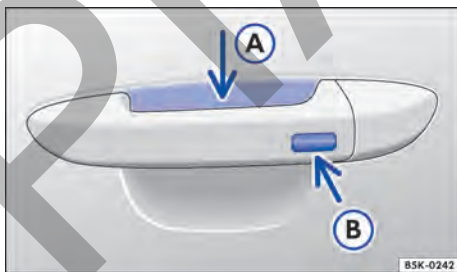

Fig. 50 Keyless Access: superficies del sensor.
- Tocar el sensor → fig. 50 (A) en la parte interna de la manilla de la puerta del conductor o de la puerta del acompañante delantero.
- Tocar la superficie del sensor → fig. 50 (B) en la parte externa de la manilla de la puerta del conductor o de la puerta del acompañante delantero *una vez*.
- Además, dentro de 5 segundos, toque una vez en el sensor en el exterior de la manilla de la puerta → fig. 50 B.
Para la **apertura de confort** de todos los vidrios eléctricos empujar la manilla de la puerta y mantener presionados, al mismo tiempo, el sensor de la parte interior de la manilla → fig. 50 A y la superficie del sensor B.
Para el **cierre de confort** de todos los vidrios eléctricos mantenga un dedo durante unos segundos sobre la superficie del sensor → fig. 50 B del lado exterior de la manilla de la puerta del conductor o del acompañante delantero.
Un fuerte chorro de agua o de vapor puede activar las superficies de los sensores en las manillas si, al mismo tiempo, una llave del vehículo válida está en el área de aproximación. Si al menos un vidrio está abierto y la superficie del sensor → fig. 50 B en una manilla de la puerta se activa permanentemente, todos los vidrios se cerrarán. Si el chorro de agua o de vapor se aleja brevemente de la superficie del sensor → fig. 50 A de una manilla de la puerta y se vuelve a dirigir hacia ella, posiblemente todos los vidrios se abrirán.